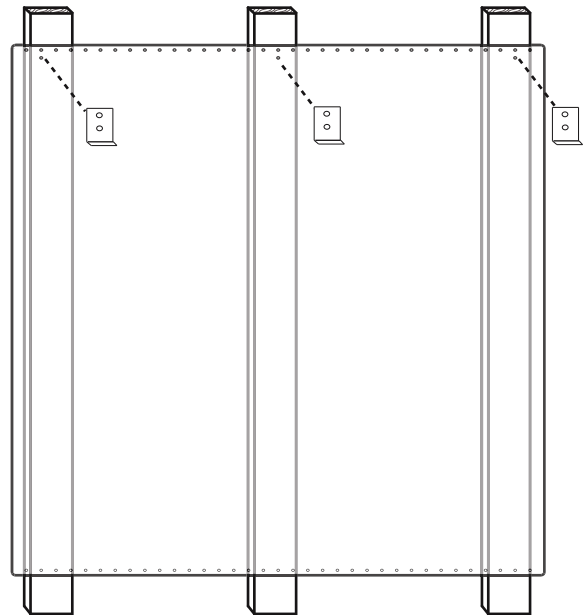

Figure 12 : Dossieret de protection avec étagère garde-chaud
3. À l'endroit indiqué sur la *Figure 12* fixez les supports inférieurs fournis avec l'étagère garde-chaud à travers le dossieret de protection, dans les montants de cloison.